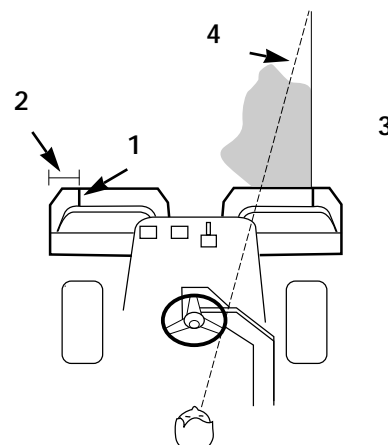

Fig. 13
2. Applicare una striscia di nastro bianco, o tracciare una riga con della vernice bianca su ciascun cestello raccogliherba, parallela al bordo esterno dei cestelli (Fig. 13).